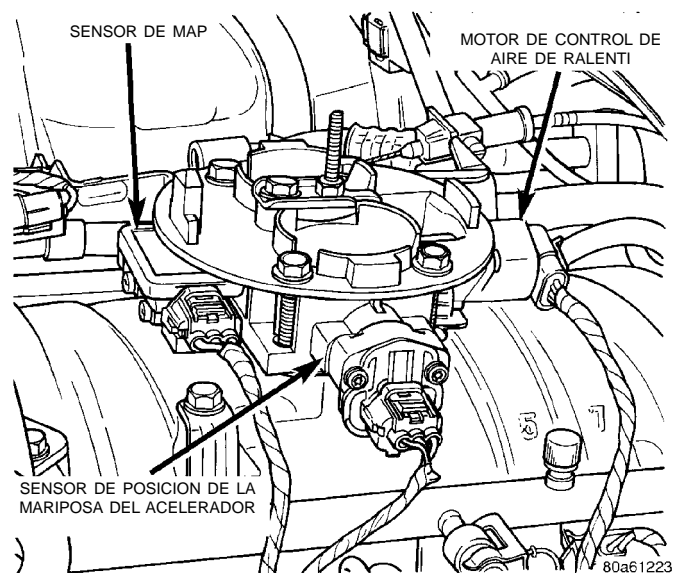
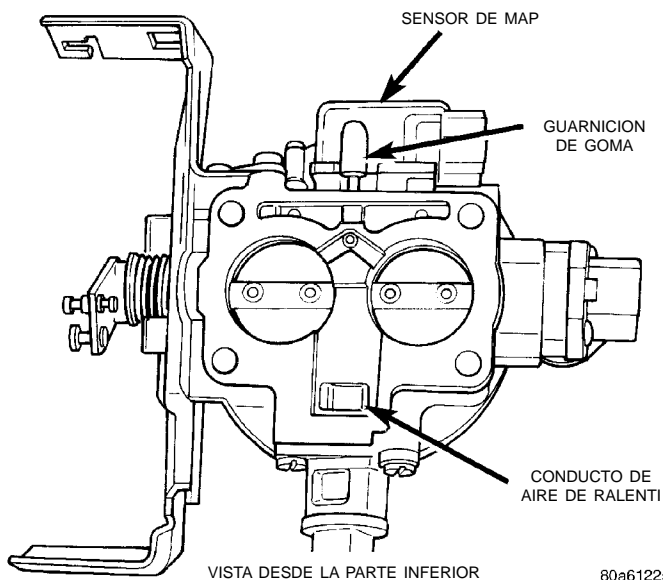

Fig. 28 Localización del sensor y motor de IAC—Motores de 5.2L/5.9L
Fig. 29 Guarnición de goma en forma de L—Del sensor de MAP al cuerpo de mariposa
(16) Verifique que el conector eléctrico del sensor de MAP esté firmemente conectado a dicho sensor (Fig. 28). Verifique también que la guarnición de goma en forma de L del sensor de MAP al cuerpo de mariposa esté firmemente conectada (Fig. 29).
(17) Verifique que los conectores del mazo de cable de los inyectores de combustible estén firmemente conectados a los inyectores en el orden correcto. Cada conector de mazo cuenta con una etiqueta numerada con el número de inyector (INJ 1, INJ 2 etc.) de su número de inyector y cilindro correspondiente.
(18) Verifique que los conectores del mazo estén firmemente conectados al motor de control de aire de ralentí (IAC), al sensor de posición de la mariposa del acelerador (TPS) y al sensor de presión absoluta del tubo múltiple (MAP) (Fig. 28).